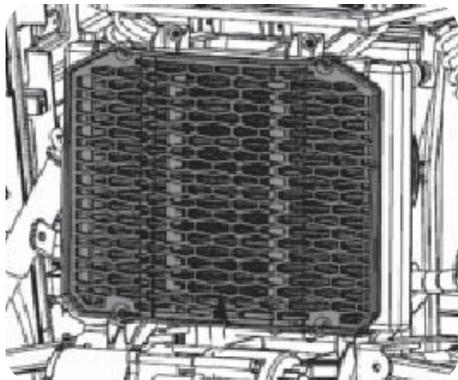

Figure 5-13
3. Retirez la grille et enlevez les débris du radiateur, de la grille et des ailettes du radiateur. Voir Figure 5-13.